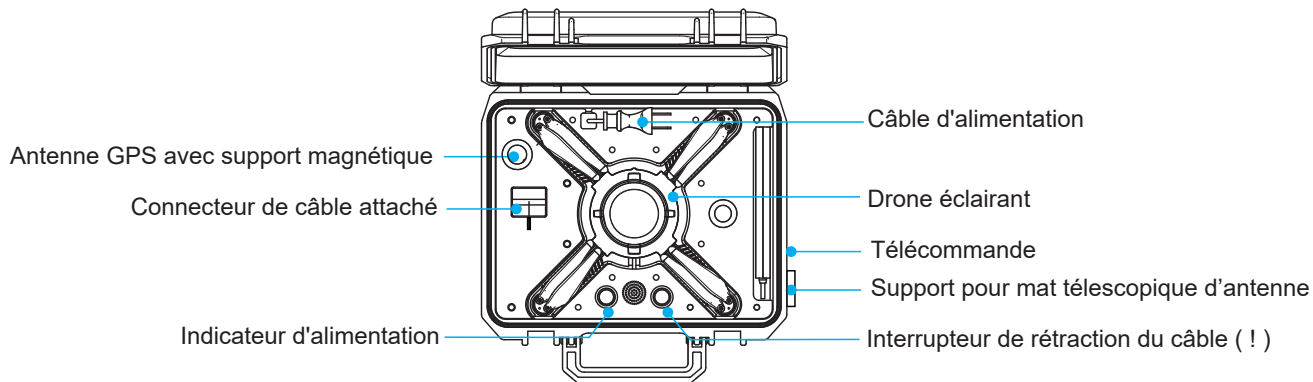

Figure 3: Schéma des composants du boîtier relié
a. Composants du système de boîte attachée (voir figure 3)
- ① Boîtier de connexion : Il contient principalement un drone d'éclairage, un interrupteur de rétraction du câble, un connecteur de câble de connexion, une télécommande portable, un câble d'alimentation et d'autres composants.
- ② Interrupteur de rétraction du câble : Permet de commander la fonction de rétraction du câble.
- ③ Connecteur de câble de liaison : Connexion du boîtier relié au drone d'éclairage.
- ④ Câble de liaison : Fournit l'alimentation électrique au drone et transmet les signaux entre le boîtier relié et le drone d'éclairage.
- ⑤ Contrôleuse : utilisée pour contrôler le drone et le système d'éclairage.
- ⑥ Câble d'alimentation : Connectez l'alimentation externe.
- ① Ouvrez le couvercle rabattable du boîtier, débranchez le câble d'alimentation et connectez-le à l'alimentation externe. Sortez le mat télescopique et glissez-le sur le support latéral (Deployez et verrouillez en 1/4 de tour)
- ② Sortez le drone d'éclairage, connectez son connecteur au port de connexion du câble d'amarrage du boîtier (verrouillez-le fermement) et placez-le sur une surface plane et dégagée à plus de 2 mètres du boîtier. Lorsque vous entendez un bip (« di-di-di ») et que le groupe de lampes clignote une fois avant de s'éteindre, cela indique que le drone est sous tension et que l'autotest du système s'est déroulé correctement.
- ③ Sortez la télécommande et attendez la réception du signal satellite. Lorsque le mode affiché en haut à droite de l'écran de la télécommande est P/6 (affichage alterné), vous pouvez piloter le drone lumineux.